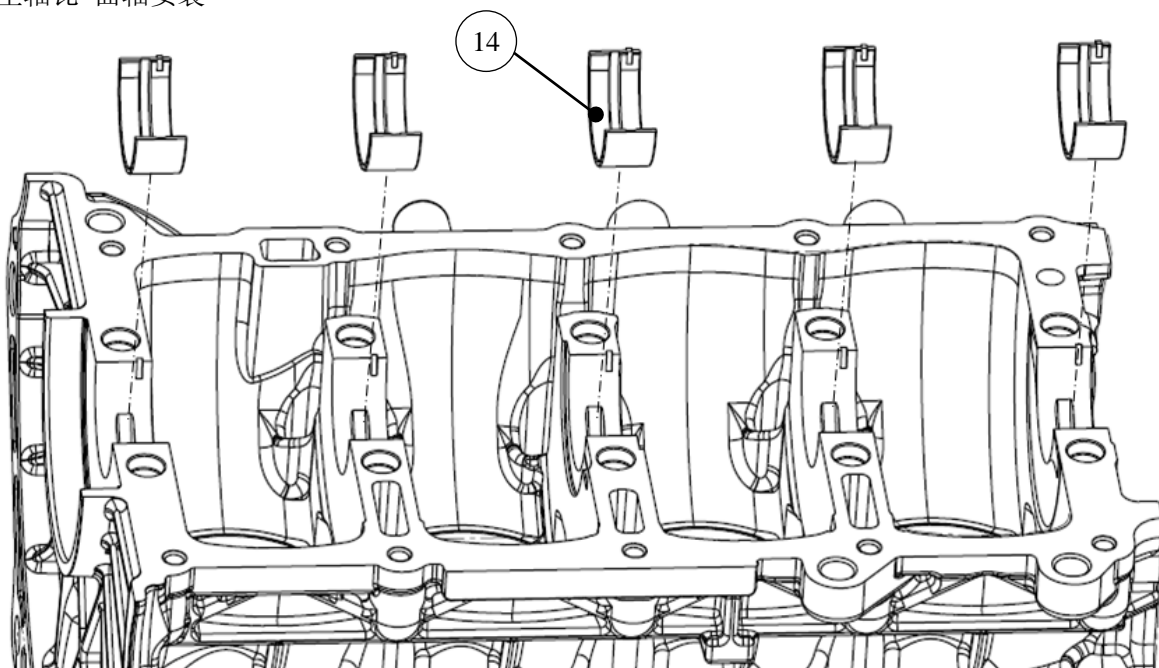

图 C-15 上主轴瓦-曲轴的装配
- 1)、选择对应级别的上主轴瓦⑭（见附录 4.2 主轴瓦分级表）；
- 2)、将上主轴瓦⑭定位唇放入缸体主轴轴瓦孔定位槽，并注意压装轴瓦，确保钢背与轴瓦安装孔贴合良好，并在各轴瓦内圆表面涂发动机润滑油，见图 C-15。